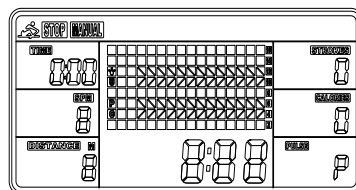

图 4
(1) **MANUAL 手动模式 (图 4):** 手动模式下可以有两种选择。